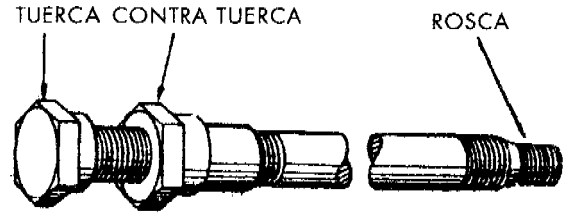

Figura 2
*Tirante de fijación* ( Figura 2 ). Es un barra de acero roscada en ambos extremos, que se introduce a través del husillo para atornillarlo en el agujero roscado del eje portafresa, lo que permite fijarlo por completo al husillo mediante la tuerca y contratuerca que lleva en el otro extremo.